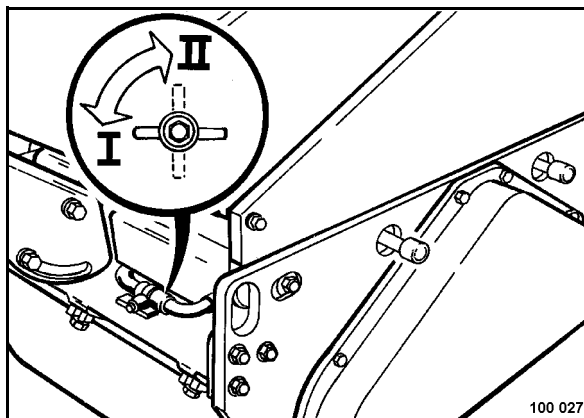

Fig. 34
- Para conectar hay que poner la palanca (Fig. 34) a posición "I".